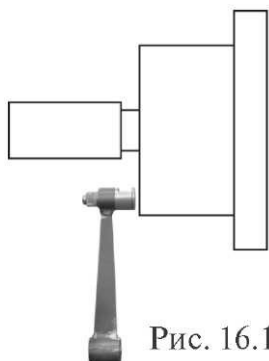

Рис. 16.1
20.1.1. Калибровка тракта измерения дистанции. Для оценки погрешности устройства ввода дистанции выдвиньте штангу ввода параметров и уприте рукоятку в задний торец фланца вала, как показано на рис. 16.1. При этом на экране ввода геометрических параметров (см. рис.10.2) появится величина дистанции. Если величина дистанции не равна 117 ± 5 мм, то устройство ввода дистанции требует калибровки.
Нажмите кнопку «MENU», в открывшемся окне MENU выберите пункт 7 «Далее», нажав кнопку 7 в верхнем ряду клавиатуры. Откроется вторая страница окна MENU (см. рис.16.1). Выберите пункт 3 «Тест», нажав кнопку 3 в верхнем ряду клавиатуры. Откроется окно ТЕСТ рис.21.1.